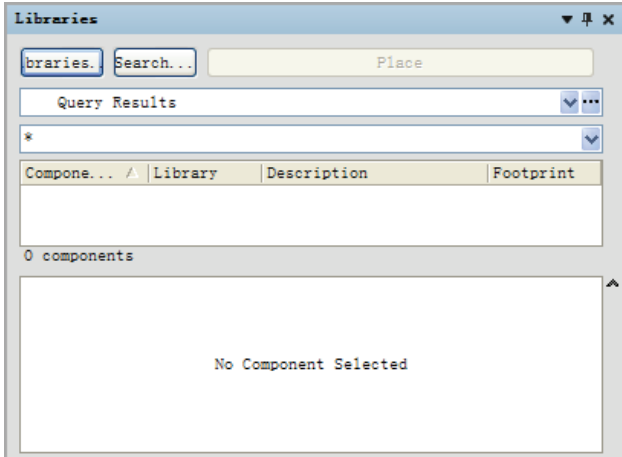

图 4-7 加载元件库对话框
(6) 如果元件所在库没有加载，自动关闭搜索时将弹出如图 4-7 所示的加载元件库对话框，在元件栏中显示没有元件可供选择。